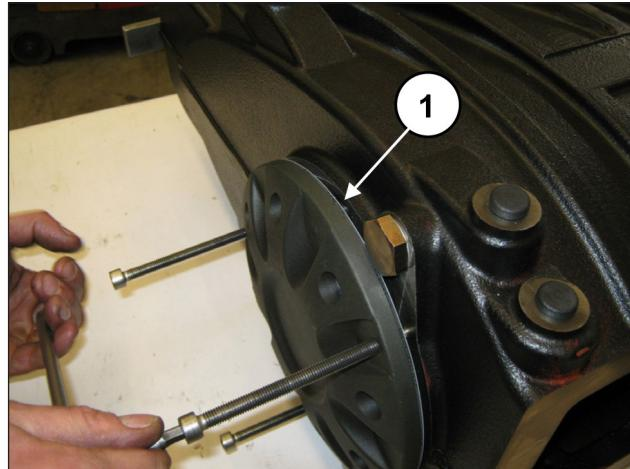

Fig. 29
Aperte os 3 parafusos M8 gradualmente (pos. ①, Fig. 29) para evitar que a tampa possa se inclinar demasiadamente e ficar bloqueada no seu lugar.